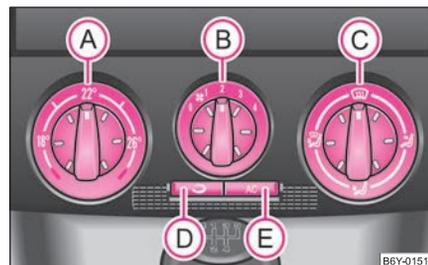

Abb. 87 Klimaanlage: Bedienungselemente
Die Klimaanlage arbeitet, wenn der Schalter  ⇒ Seite 79, Abb. 87  gedrückt ist und folgende Bedingungen erfüllt sind:
- Drehen Sie den Drehregler **A** ⇒ Abb. 87 nach rechts, um die Temperatur zu erhöhen.
- Drehregler **(A)** ⇒ Seite 79, Abb. 87 bis zum Anschlag nach rechts
- Drehregler **A** ⇒ Seite 79, Abb. 87 bis zum Anschlag nach links
- Drücken Sie die Taste  ⇒ Seite 79, Abb. 87, das Tasten-Symbol  leuchtet auf.
Wenn der Luftverteilungsregler **C** in der Position  ⇒ Seite 79, Abb. 87 steht, wird der Umluftbetrieb automatisch ausgeschaltet. Durch wiederholtes Drücken der Drucktaste **D** können Sie auch in dieser Stellung den Umluftbetrieb wieder einschalten.
Die Luftzufuhr für die einzelnen Düsen stellen Sie mit dem Luftverteilungsregler **C** ein \Rightarrow Seite 79, Abb. 87. Die Luftaustrittsdüsen **3** und **4** können einzeln geschlossen und geöffnet werden.
Aus den geöffneten Luftaustrittsdüsen strömt je nach Stellung des Drehreglers **A** \Rightarrow Seite 79, Abb. 87 und nach Klimabedingungen erwärmte, nicht erwärmte bzw. gekühlte Luft. ■